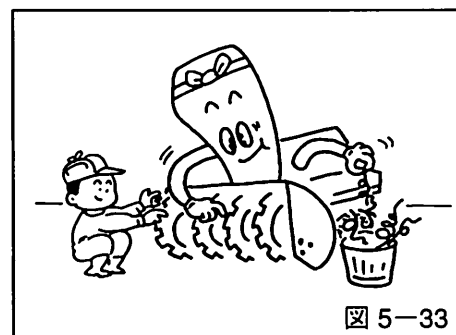

図 5-33
2. ブロウ及びオーガ軸にビニール紐などが巻き付いていたら、取り除いてください。そのまま運転しますと、オーガミッションのオイルシールを傷め、オイル漏れの原因になります。(図5-33参照)